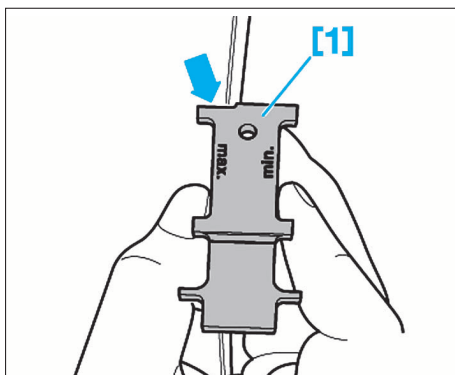

FIG. 61
• La côte de dépassement (0,8 mm max.) entre la porte et le panneau latéral est autorisée dans la zone de l'évidement (flèche) du gabarit [1] (Fig.61).